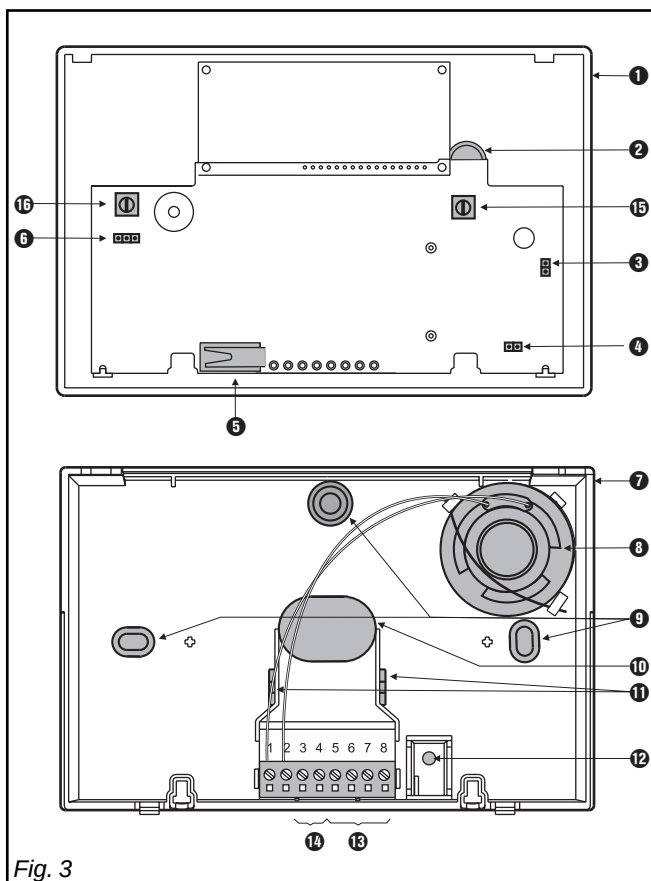

Fig. 3
- 1 - Pousser les 2 ergots (A) vers l'intérieur et soulever le couvercle (B).
3.3 Composants du produit (fig. 3)
- ① Embase du boîtier.
- ② Carte SMK 51.
- ③ Cavalier associé à la sensibilité du microphone.
- ④ Cavalier associé au volume sonore du haut-parleur.
- ⑤ Autoprotection.
- ⑥ Cavalier de réglage du volume sonore du buzzer.
- ⑦ Capot du clavier.
- ⑧ Haut-parleur.
- ⑨ Entrée de câble.
- ⑩ Trous de fixation.
- ⑪ Collier de fixation de câble.
- ⑫ Emplacement de la vis d'autoprotection à l'arrachement.
- ⑬ Connexion E-Bus.
- ⑭ Connexion audio.
- ⑮ Potentiomètre de réglage de l'afficheur.
- ⑯ Potentiomètre de réglage du volume du buzzer.
3.4 Montage du boîtier (fig 3)
- 1 - Faire passer le câble par une entrée de câble (⑨).
- 2 - Fixer l'embase au moyen de 2 vis (⑩).
- 3 - Utiliser les colliers de fixations du câble (⑪).
La sensibilité du microphone est maximale si le cavalier (3, fig. 3) est fermé, et minimale en position ouverte.
Le volume sonore du haut-parleur est maximal si le cavalier (4, fig. 3) est fermé, et minimal en position ouverte.